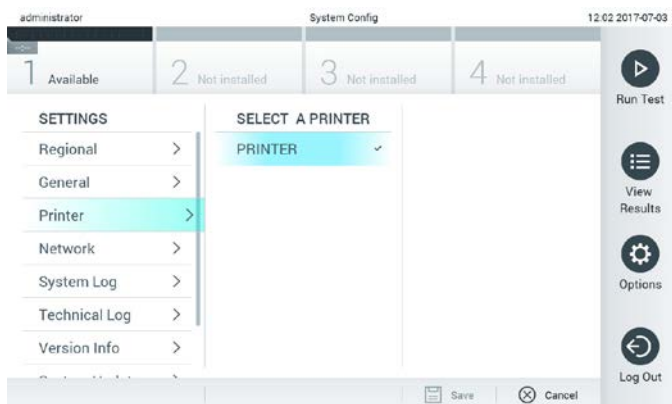

Figura 65. Seleção de uma impressora do sistema.
3. Selecione uma impressora a partir da lista de impressoras disponíveis (Figura 65).